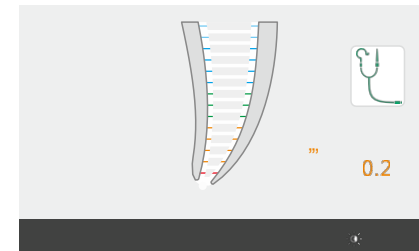

Abb. 24 Apex-Position einstellen
- Drücken Sie die SET-Taste; das Symbol für die Apex-Einstellung wird aktiv (Abb. 24).